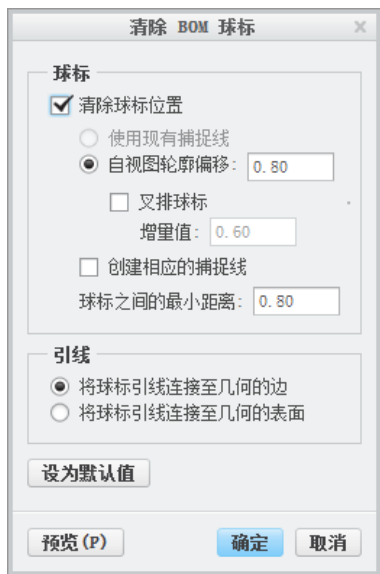

图 8.5.3 “清除 BOM 球标”对话框
Step2. 在 **表** 功能选项卡的 **球标** 区域中选择 **清理球标** 选项 (或在该视图中右击, 然后在系统弹出的快捷菜单中选择 **清理 BOM 球标** 命令), 系统弹出图 8.5.3 所示的对话框。